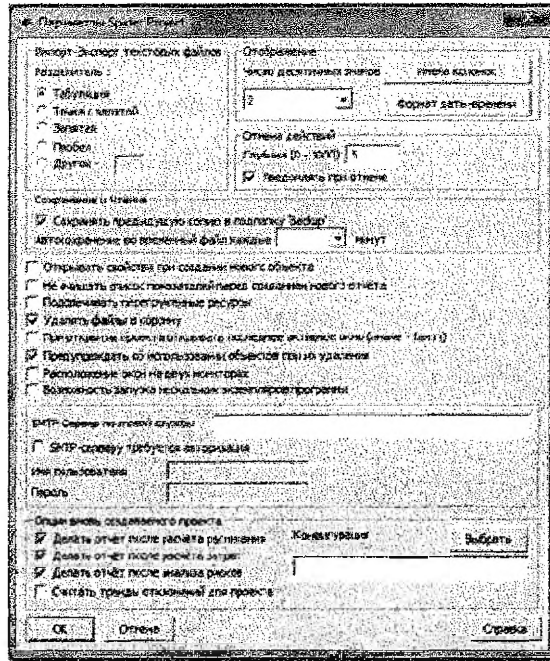

Рисунок 2 – Диалоговое окно Параметры
- *Параметры* – позволяет отредактировать параметры программы с помощью диалогового окна параметров (рисунок 2).